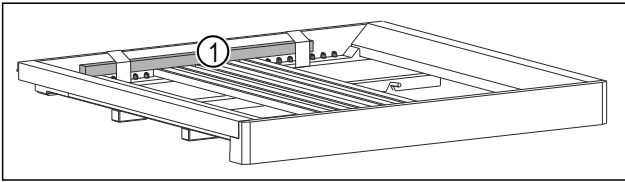

Fig. 7*
- ▶ Távolítsa el a farudat Fig. 7 (1)*.